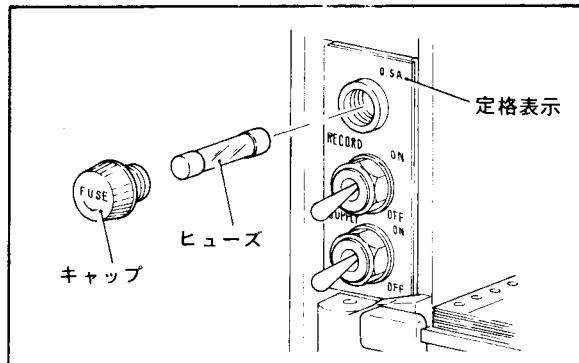

図15-1 ヒューズの交換
- (1) 扉を開き、SUPPLYスイッチをOFFにします。
- (2) ヒューズホルダのキャップを反時計方向に回すとキャップがヒューズと共に抜けます(図15-1)
- (3) 新しいヒューズが、定格表示と同じであることを確認して交換し、キャップをねじ込みます。
- (4) 発注部品番号